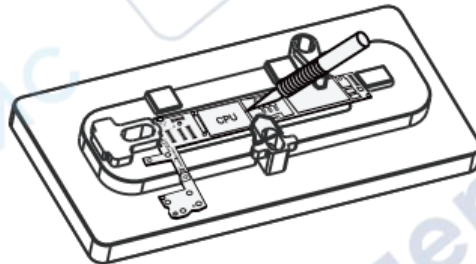
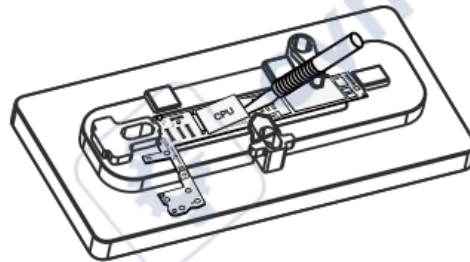

Рисунок 10
Рисунок 11
5. После вырезки (рисунок 10), снимите процессор специальным приспособлением (рисунок 11).